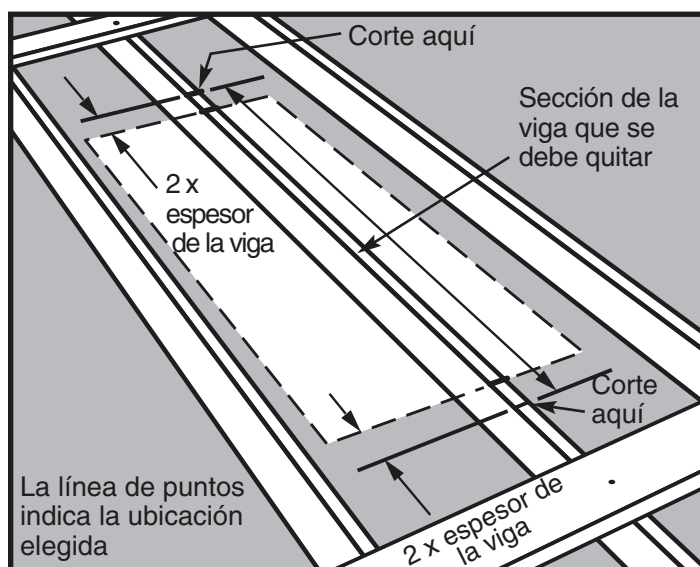
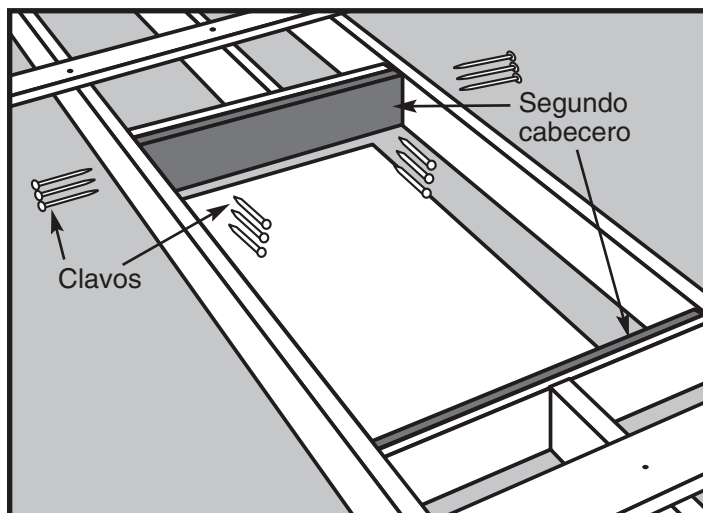

Figura 10
Figura 16
PASO 4. Determine dónde se debe(n) cortar la(s) viga(s). La Figura 10 muestra dónde marcar la(s) viga(s) que atraviesan la ubicación elegida. Tenga en cuenta que la(s) viga(s) debe(n) marcarse por fuera de la ubicación elegida, a una distancia del borde de la misma que sea igual el doble del espesor de las vigas (generalmente 76.2 mm / 3 pulgadas). Esto deja espacio para colocar dos cabeceros del tamaño de las vigas contra cada extremo de la(s) viga(s) cortada(s) (vea la Figura 16 de la página 39).
PASO 6. Coloque un segundo cabecero contra el primero, y únalo al primero con tres (3) clavos 16d en cada espacio entre vigas (vea la Figura 16).
PASO 7. Inserte tres (3) clavos 16d en cada extremo del segundo cabecero, a través de las vigas (vea la Figura 16).